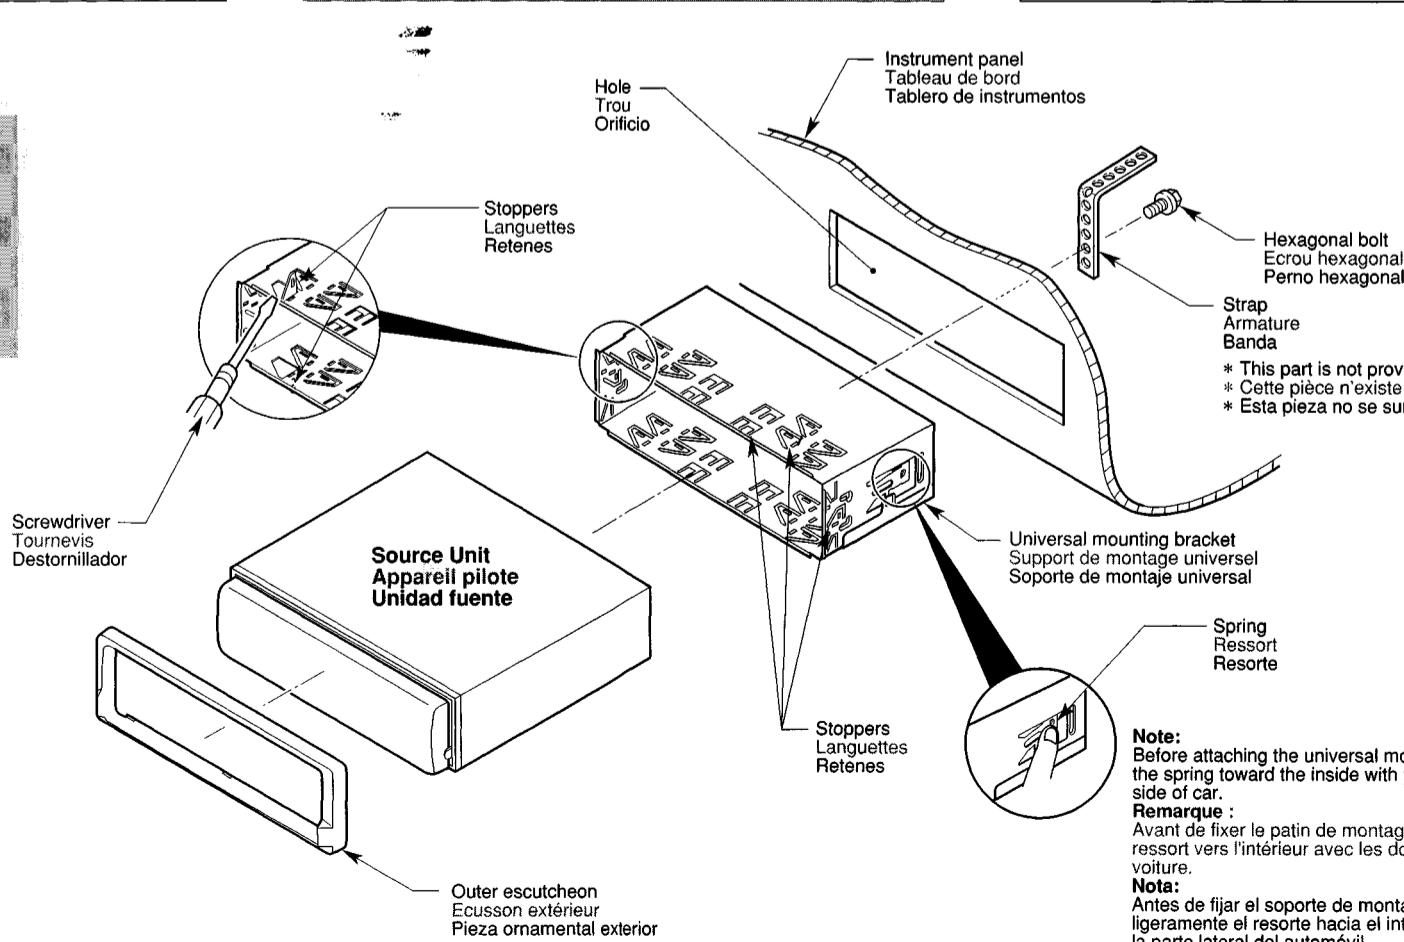

Figure 4 / Figure 4 / Figura 4
- Place the universal mounting bracket into the instrument panel, use a screwdriver to bend each stopper of the universal mounting bracket inward, then secure the stopper as shown in Figure 4.
- Placer le support de montage universel dans le tableau de bord, utiliser un tournevis pour replier vers l'extérieur chaque languette du support de montage universel, puis fixer les languettes comme montré sur la Figure 4.